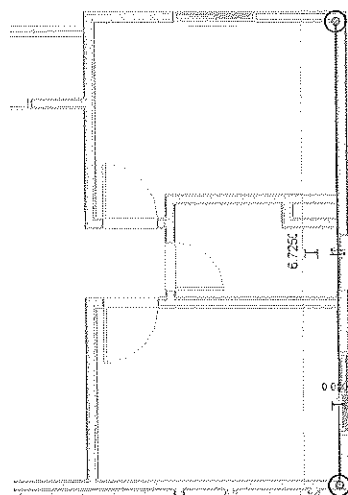

Figura 9.6 – Definição do contorno com grips.
2. Selecione outras paredes do projeto até concluir uma poligonal e edite com os grips, conforme a Figura 9.6.